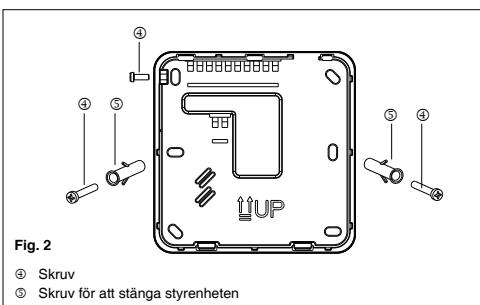

Fig. 2
- Ta bort lässkruven i den övre vänstra sidan för att separera enheten från styrenheten (Fig. 2). Montera enheten på väggen och markera borrhålen.
- Montera fast styrenheten på väggen med därtill avsedda pluggar ③.
- Stäng styrenheten med dess lock. Skruva åt locket med skruven som har tagits bort tidigare (Fig. 2).